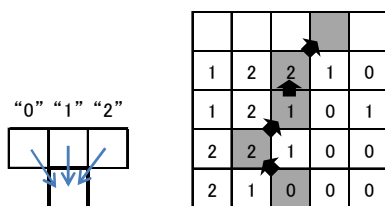

図4 シームの決定
- (3) 図 4 に示すようなシーム画像を作成する。シーム画像中の画素値 (0, 1, 2) は、次に接続すべき画素の方向を示しており、それぞれ左上、真上、右上に対応する。この値をたどっていくことによって経路が定まる。
- (4) シーム画像が完成したら、画像の最下段の行上にある N 個の画素を起点とするシームの候補が N 本できる。これらの内で $\Sigma E(x, y)$ が最も小さく
- セクタでは、 $\Sigma E(x,y)$ の候補の中から最小のものを $\Sigma E(x,y)$ 計算回路に渡し、選択した $\Sigma E(x,y)$ の相対的な位置（図4左）をシーム画像バッファに記憶する．